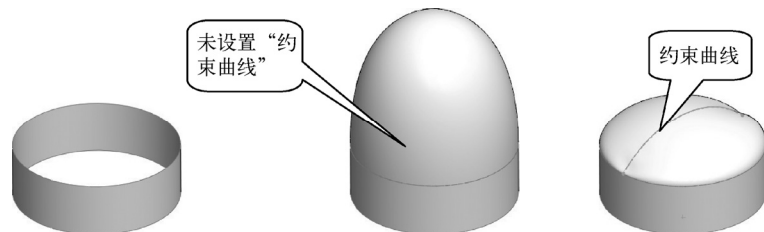

图 4-72 “约束曲线”的作用
- “约束曲线”卷展栏：用于给修补曲面添加约束线控制，可以使用草绘点或样条曲线作为约束曲线控制填充曲面的形状，如图 4-72 所示。